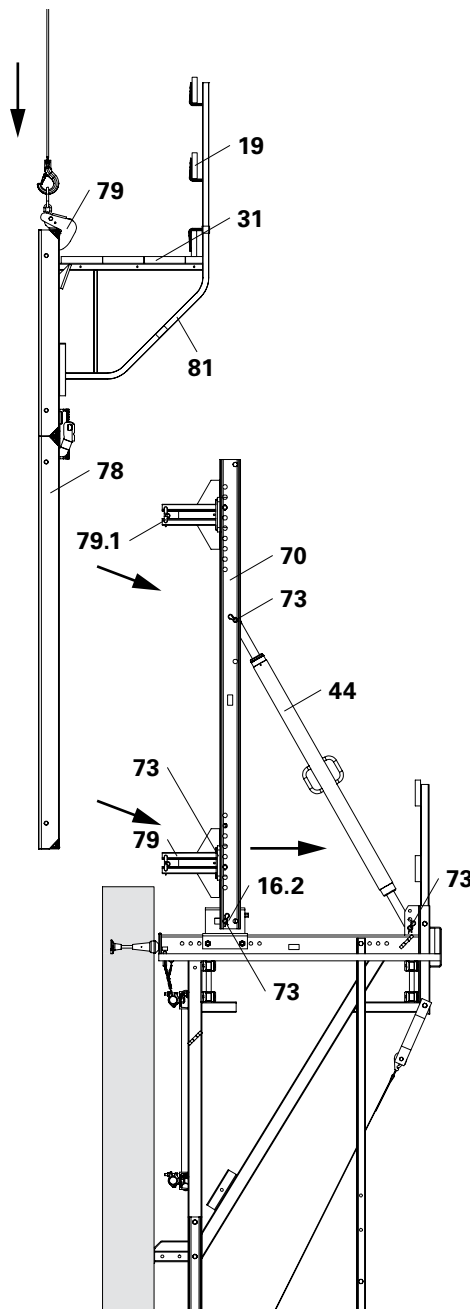

Fig. B2.19
2. Fissare gli adattatori TRIO-CB (79) con perno $\varnothing 25 \times 180$ (73) e inserto a molla 4/1 al corrente verticale CB (70).
3. Fissare il corrente verticale CB con perno $\varnothing 25 \times 180$ (73) e inserto a molla 4/1 al dispositivo di posizionamento CB.
4. Fissare il puntone di stabilizzazione CB 164-224 (44) alla mensola e al corrente verticale CB con perno $\varnothing 25 \times 180$ (73) e inserto a molla 4/1.
5. Puntellare lateralmente il corrente verticale. (Fig. B2.19)